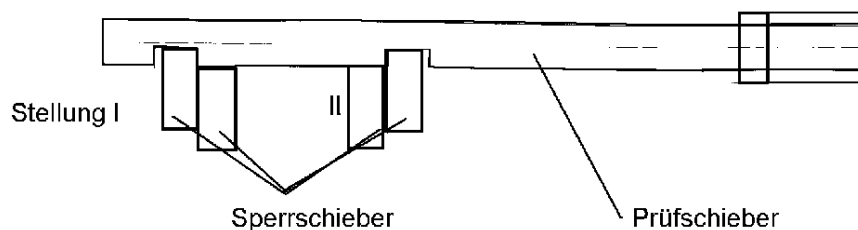

Bild 15: Endlagensicherung, Prüfschieber S700
- durch Verriegeln der Prüfschieber in den Endlagen mittels Sperrhaken (Bild 15).